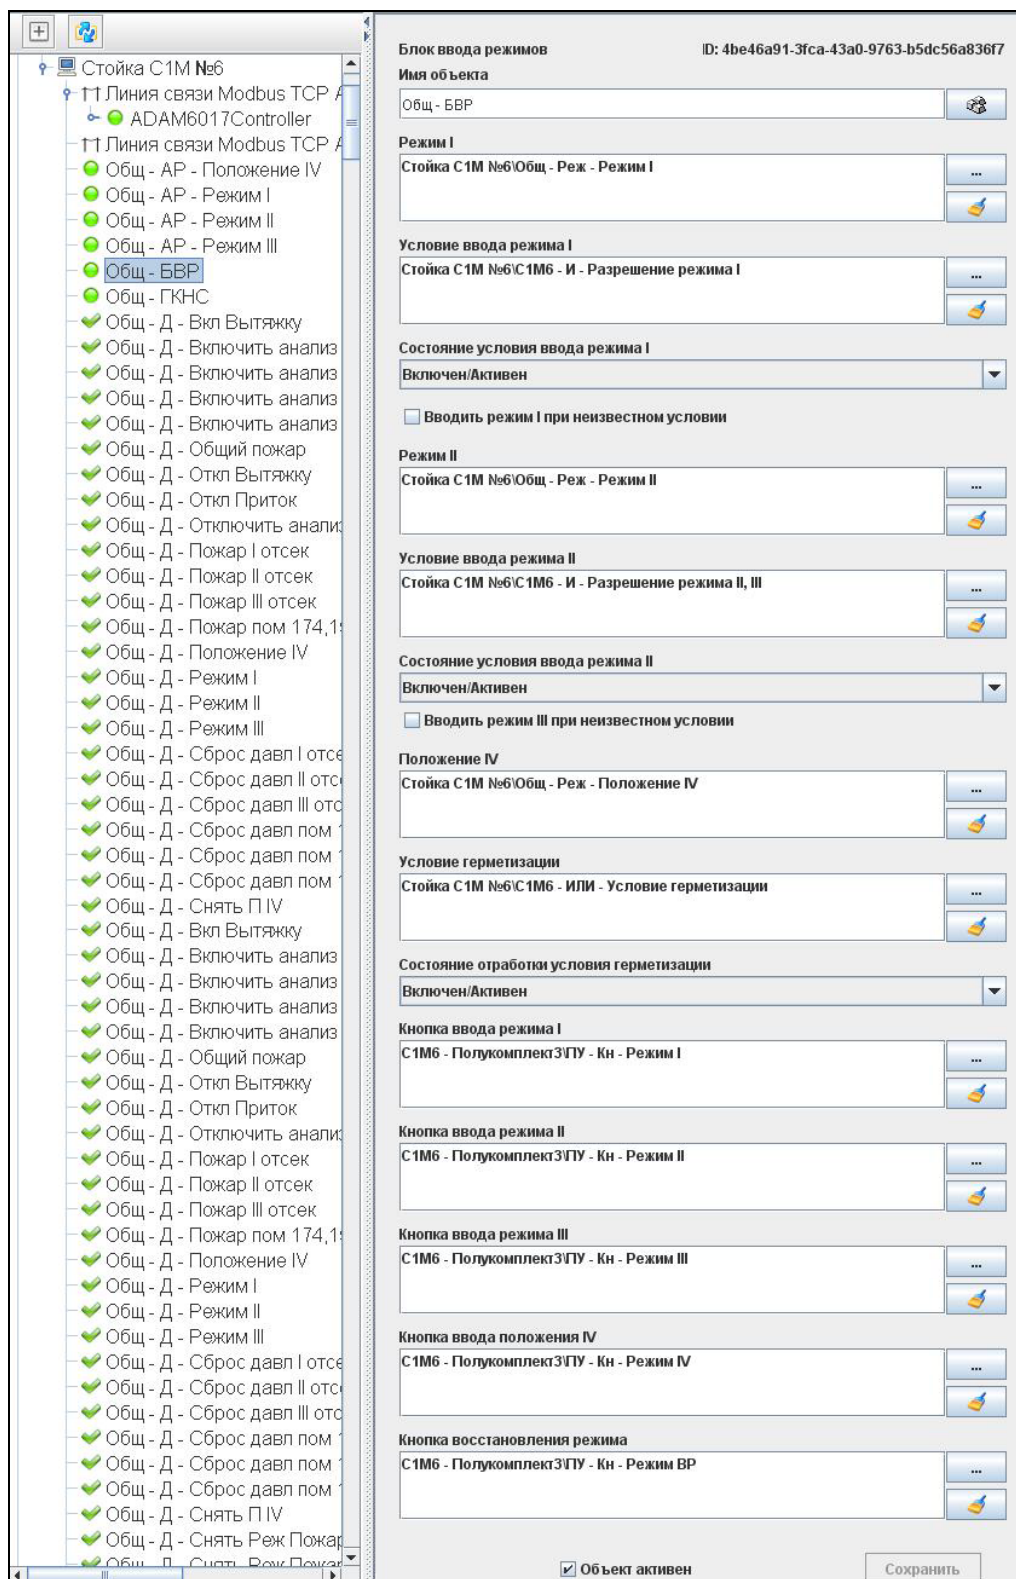

Рисунок 16 —Элемент «Блок ввода режимов»
3.10.6.1. Служит для управления переключением определенных режимов работы (рис.16).